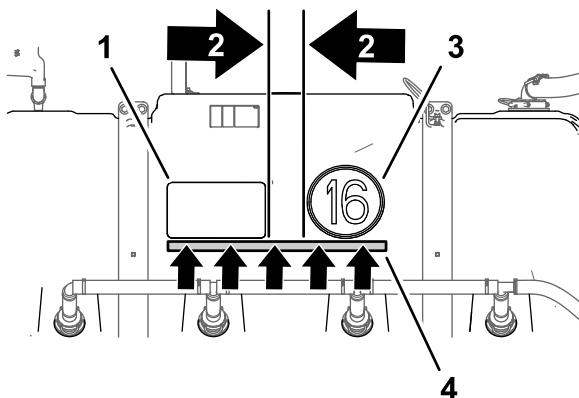

Bild 47
1. Fluchten Sie an der linken Seite des Behälters ein Stück Abdeckband (56 cm) über der Unterseite des Toro Multi Pro 5800-Aufklebers und nach hinten aus, wie in Bild 47 abgebildet.
2. Messen Sie 11 cm von der rechten Kante des Toro Multi Pro 5800-Aufklebers und markieren Sie den Behälter mit einem Stift (Bild 47).
3. Nehmen Sie das Trägermaterial vom Geschwindigkeitsaufkleber ab und fluchten Sie den Aufkleber mit der Markierung, die Sie in Schritt 1 gemacht haben, und der Oberkante des Abdeckbands aus (Bild 47).
4. Bringen Sie den Aufkleber am Behälter an und entfernen Sie das Abdeckband (Bild 47).